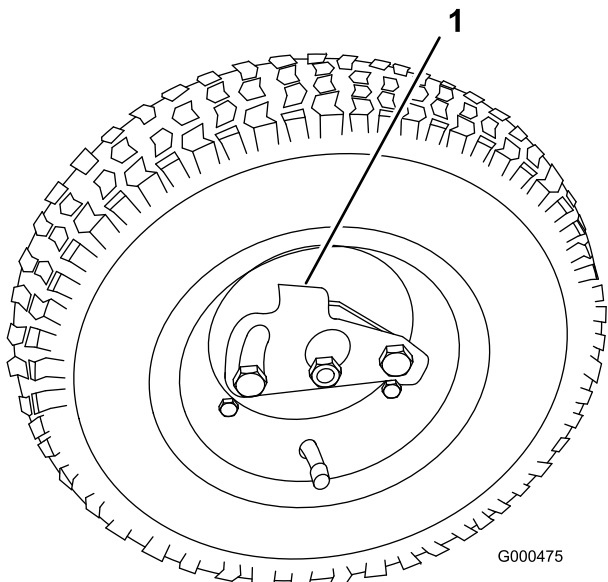

Figure 8
2. Poussez le clip de verrouillage vers le centre de la roue et faites coulisser la roue sur l'arbre hexagonal (Figure 8).